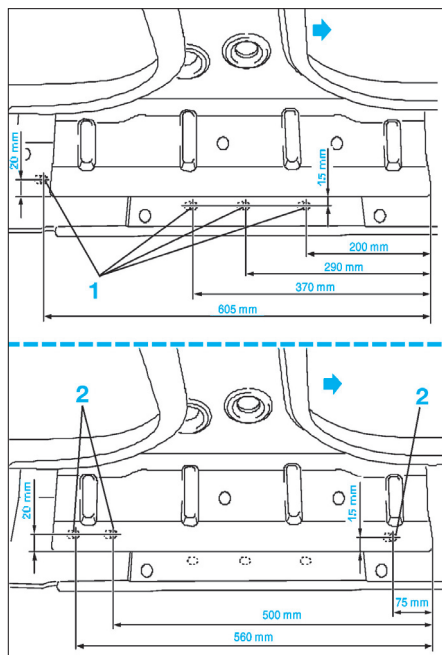

FIG. 53
- Percer les trous oblongs (1) à 6x20 mm et (2) 8x24 mm aux cotes indiquées sur la partie inférieure du montant B (fig. 53).